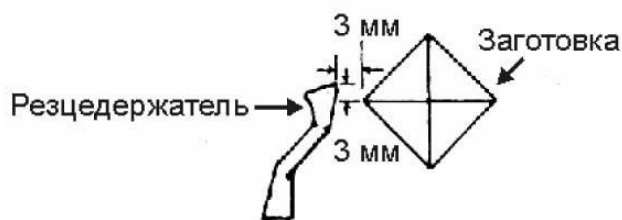

Рис. 9
- Отрегулируйте резцедержатель приблизительно на 3 мм от углов заготовки и на 3 мм над линией (Рис.9).